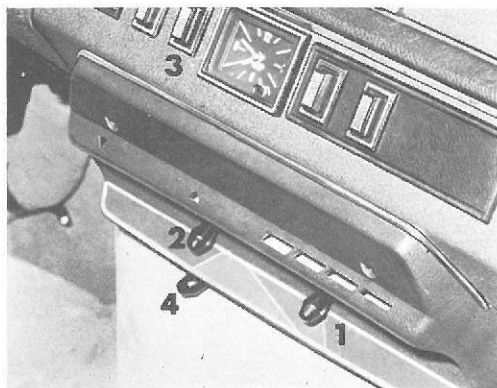

Fig. 23 - Klimaanelæg
Regulering af luftmængde (Fig. 23 (1))
Fordeling af luftmængden (Fig. 23 (2))
Temperaturregulering (Fig. 23 (4))
Blæser (Fig. 23 (3))